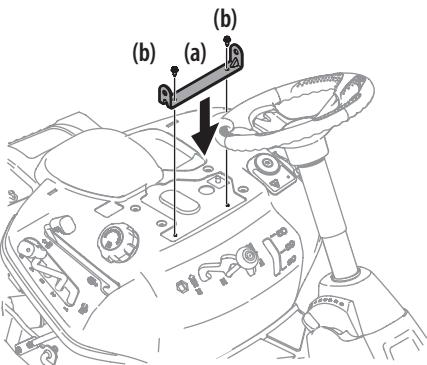

Figure 8
3. Alignez le support de siège (a) en place sur les trous d'où les deux vis autotaraudeuses (b) ont été retirés, voir la Figure 8.
4. Utilisez une clé à cliquet de 1/4" avec une douille de 3/8" pour fixer le support du siège et les deux vis autotaraudeuses (b) qui ont été installées à l'étape 2. Voir la Figure 8.